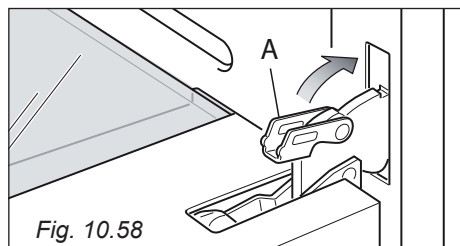

Fig. 10.58
- Aprire completamente la porta del forno e richiudere la leva "A" delle cerniere destra e sinistra (fig. 10.58).